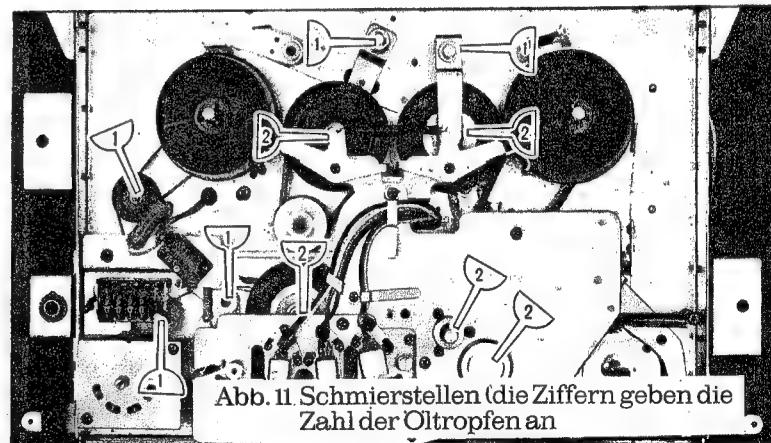

Abb. 11 Schmierstellen (die Ziffern geben die Zahl der Oltropfen an)
- (b) An die in Abb. 11 bezeichneten Stellen werden ein bis zwei Tropfen Öl gebracht. Ein Überschuß an Öl ist in jedem Falle zu vermeiden, da dieser meist mehr Ärger verursacht als eine ungenügende Schmierung. Eine jährliche Schmierung ist völlig ausreichend.